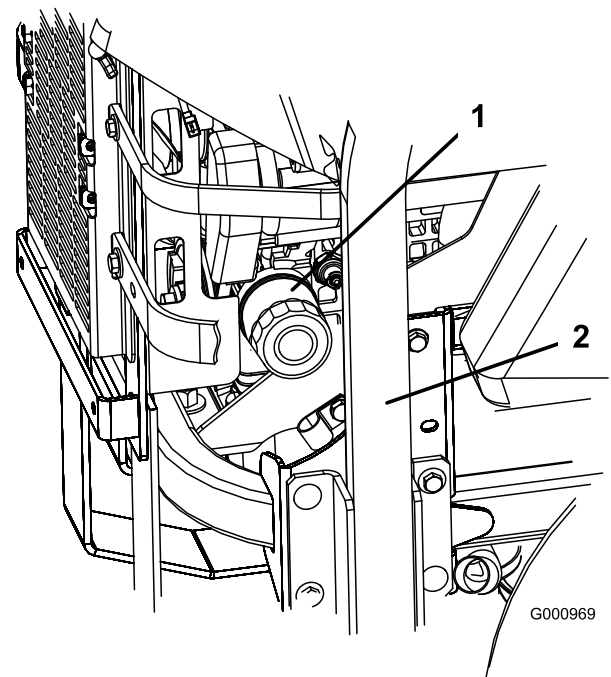
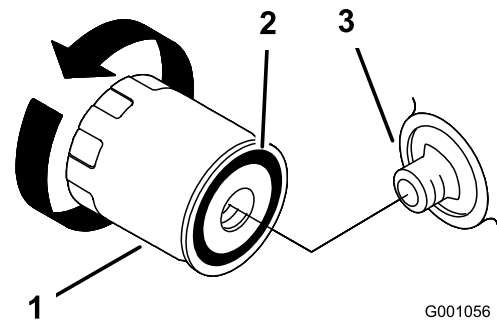

Figura 48
Figura 49
2. Gire el filtro en el sentido contrario a las agujas del reloj para retirarlo (Figura 48 y Figura 49).